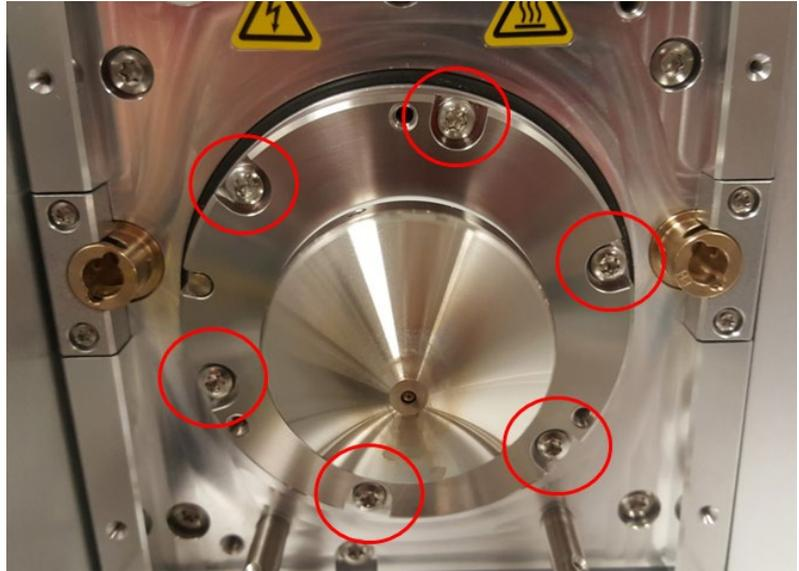

Figure 107 : Retrait des vis de l'enceinte de la source
- 4) Retirez les six vis de l'enceinte de la source, comme illustré à la Figure 107.